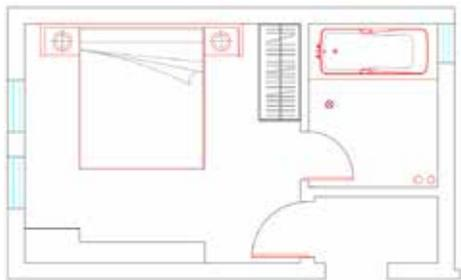

图 2-18
STEP 18 执行“直线”命令，绘制浴缸台面，执行“插入块”命令，在弹出的“插入”对话框中单击“浏览”按钮，选择浴缸，插入浴缸模型，如图 2-18 所示。